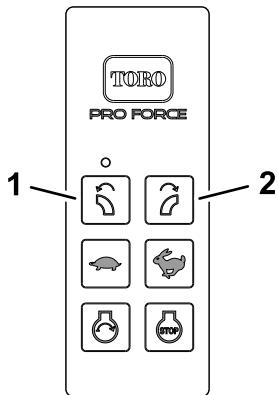

図 51
- 吹き出し口左回転ボタンと吹き出し口右回転ボタンを同時に長押しする図 51。
- 吹き出し口左回転 ボタンを長押しする図 51。
- 吹き出し口左回転 ボタン図 51をおしたままでエンジンキーを RUN 位置にする。
- 吹き出し口左回転 ボタン図 51から手をはなし、エンジンキーを STOP 位置に回す。